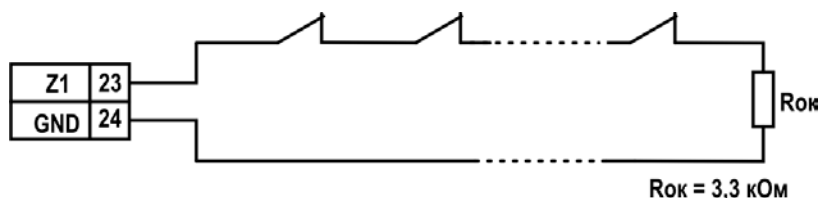

Рисунок 13.
Шлейфы охранной сигнализации используются для оборудования системой сигнализации помещения, в котором установлен системный блок. Шлейфы охранной сигнализации предназначены для подключения охранных извещателей с нормально замкнутыми контактами. Если эти шлейфы не используются, то на соответствующие клеммы рекомендуется устанавливать оконечные резисторы номиналом 3,3 кОм. Схема включения извещателей в охранный шлейф приведена на рис.13.
- д) Подключите нормально замкнутые извещатели к клеммам охранных шлейфов (клеммы Z и COM). Оконечные резисторы должны устанавливаться в конце шлейфа сигнализации (рис.13). Если охранные шлейфы не используются, то оконечные резисторы устанавливаются на соответствующие клеммы системного блока (клеммы Z и COM).